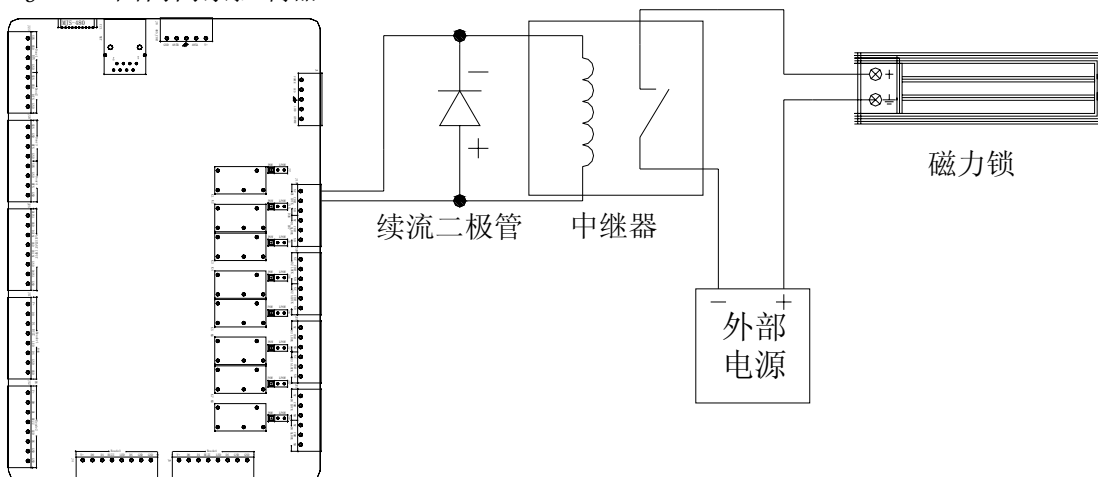

图 3.12 中继器保护电路
- 如果电锁的功耗大于继电器触电容量（本控制器最大允许通过触点容量为 30VDC/5A）时，要使用大功率继电器进行隔离，接线如图 3.12 所示：